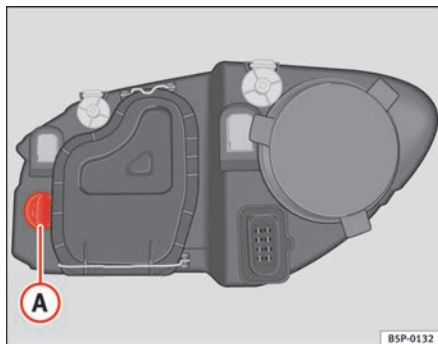

Abb. 186 Glühlampe für Blinker
- Die Fassung ⇒ Abb. 186 (A) nach links drehen und ziehen.